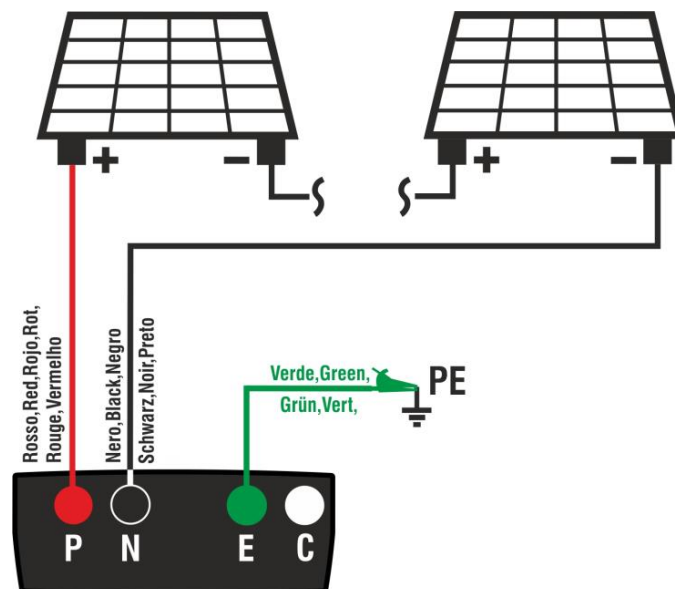

Fig. 7: Conexión instrumento para medida de aislamiento de forma DUAL
6. Conecte el instrumento al string FV en prueba como se muestra en Fig. 7. La prueba puede ser realizada también sobre más strings en paralelo entre sí. Se recuerda que es necesario separar también eventuales descargadores conectados a los cables del string/strings y que es aconsejable realizar la medida aguas arriba de eventuales diodos de bloqueo